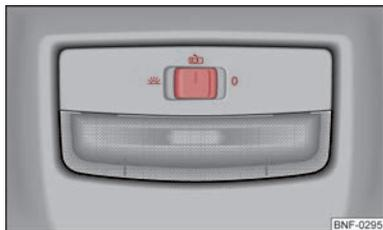

Abb. 25 Innenleuchte - Variante 1
- Drücken Sie den Schalter in Stellung  ⇒ Abb. 25.